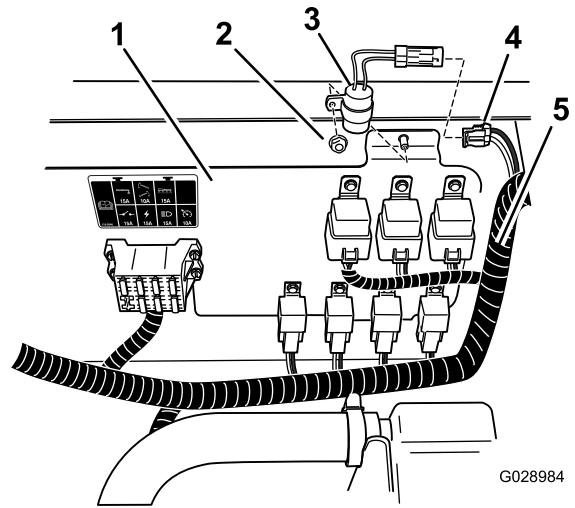

Bild 29
4. Schließen Sie den Verzögerungstimer dort an den Hauptkabelbaum an (Bild 29).
5. Setzen Sie eine Sicherung (40 A) in die Aussparung im Sicherungsblock ein, wie in Bild 29 gezeigt.